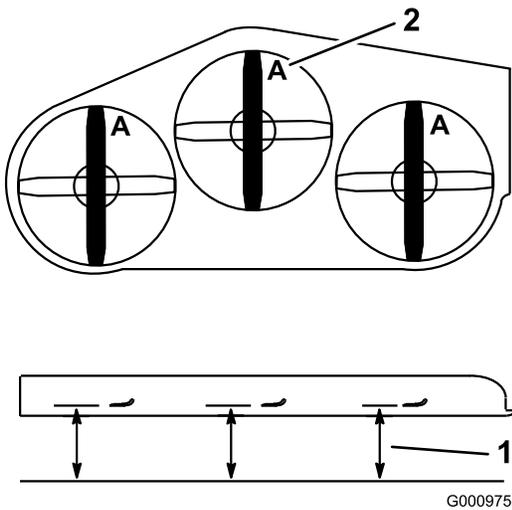

Figura 91
3. Gire las cuchillas hasta que los extremos estén orientados hacia adelante y hacia atrás (Figura 91).
4. Mida desde una superficie nivelada hasta el filo de corte, posición **A**, de las cuchillas (Figura 91).